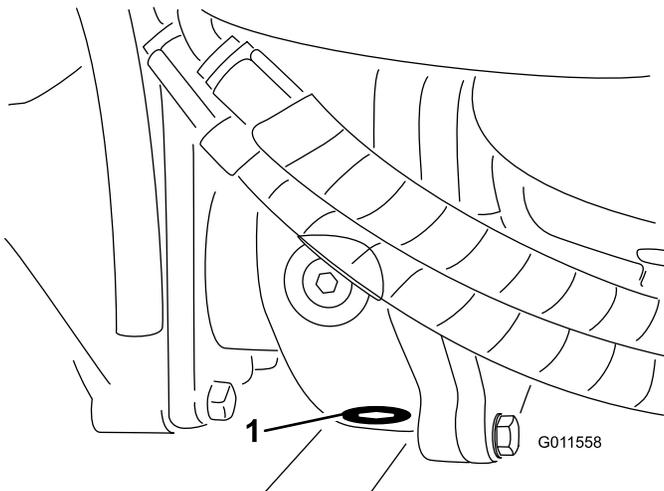

Figura 64
5. Pulite l'area circostante il tappo di spurgo sul fondo della scatola degli ingranaggi (Figura 64).